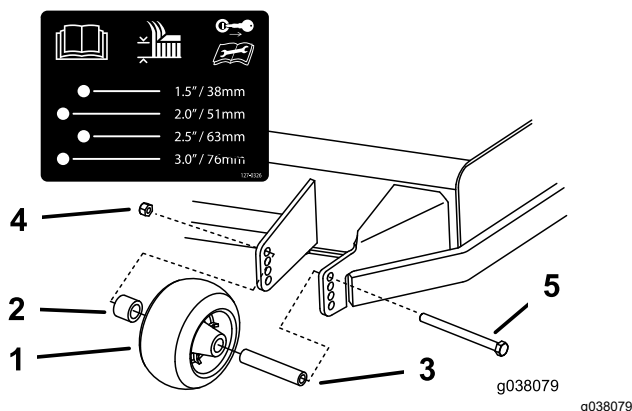

Figura 32
3. Ajuste os rolos antidanos como se mostra na **Figura 32**.